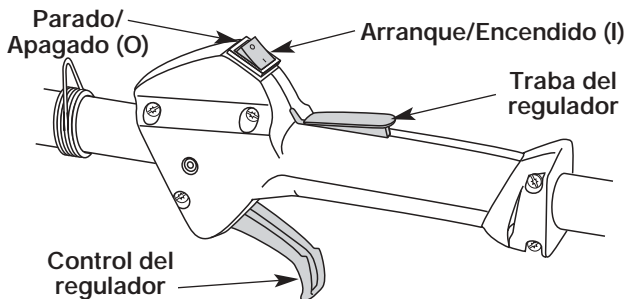

Figure 20
3. Coloque el Control de Arranque y Apagado del Motor en la posición de **ARRANQUE (START) [I]** (Fig. 20).
1. Coloque el Control de Arranque y Apagado del Motor en la posición de **ARRANQUE (START) [I]** (Fig. 20).
2. Para apagar el motor, coloque el Control de Arranque y Apagado del Motor en la posición de **APAGADO (STOP) [O]** (Fig. 20).